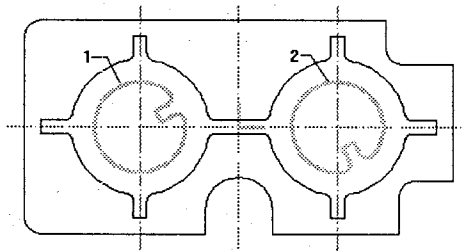

Рисунок 4.9 – Контур «КЭ Стенка»
3. Вказати контури 1 і 2 (рис. 4.9). Ці контури визначають межі вікон.